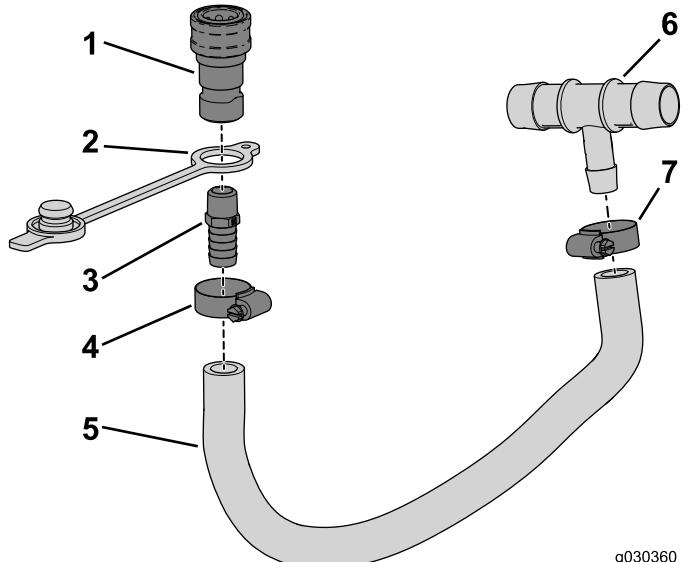

Figura 27
2. Enrosque a união reta (3/8 NPT x 5/8 estriada) no acoplador fêmea (Figura 27).
4. Deslize o bujão de resguardo por cima da extremidade estriada do conjunto (Figura 27).
6. Insira a extremidade estriada do conjunto no tubo e prenda-a com a braçadeira de tubos (Figura 27).
7. Insira a extremidade estriada da união em T no tubo e prenda-a com a braçadeira de tubos (Figura 27).